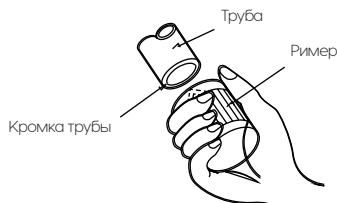

Рис.19
- Обработайте кромку трубы римером (рис.19).